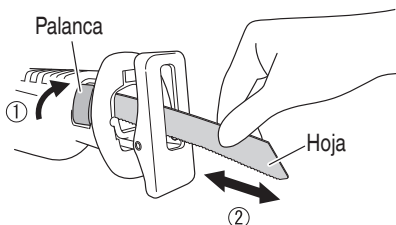

Fig. 11
- (3) Cuando suelte la palanca, la fuerza del resorte har3 que el manguito del sujetador vuelva autom3ticamente a la posici3n correcta. No hay necesidad de asegurar el manguito del sujetador en este momento.
- (4) Con la mano, tire de la hoja de sierra hacia atr3s dos o tres veces y verifique que la hoja est3 firmemente instalada. (Fig. 11)